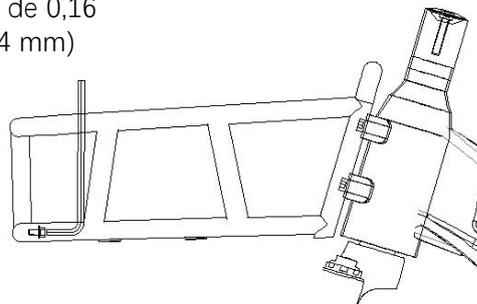

Figura 7.
3. Retire los tornillos de la cesta con la llave Allen de 4 mm, como se muestra en la Figura 7.